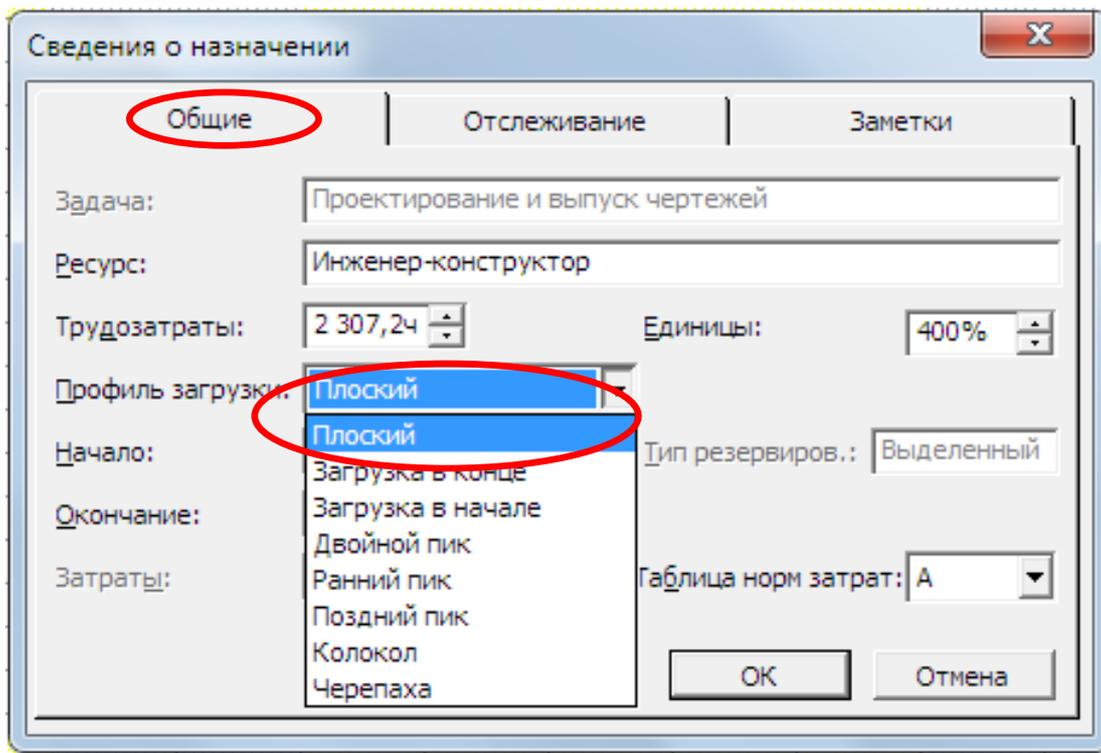

Рис. 9 – Вид диалогового окна **Сведения о назначении** (Общие)
- *Свойства назначений могут быть изменены с помощью диалогового окна **Assignment Information** (Сведения о назначении)* (рис. 9).
Вкладка **General** (Общие) содержит поля, в которые может быть внесена *информация о доступности ресурсов* в разные периоды времени (рис. 9).
14. На вкладке **General (Общие)** выбрать из раскрывающегося списка **Work contour (Профиль загрузки)**, тип профиля: **Flat (Плоский)** (по умолчанию), **Back Loaded (Загрузка в конце)**, **Front Loaded (Загрузка в начале)**, **Double Peak (Двойной пик)**, **Early Peak (Ранний пик)**, **Late Peak (Поздний пик)**, **Bell (Колокол)**, **Turtle (Черепаха)** (рис. 9).